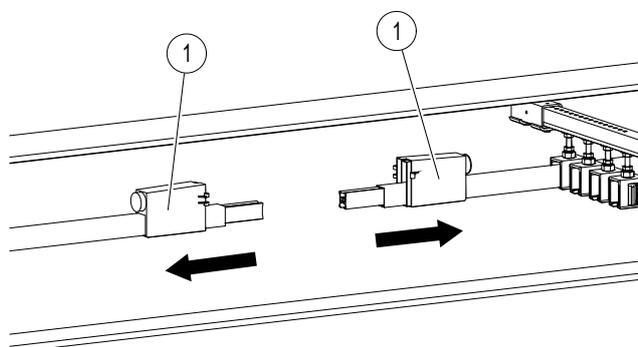

Fig. 69 : Faire glisser une moitié du capuchon d'isolation de l'éclisse sur chaque extrémité de rail.
- Faire glisser une moitié du capuchon d'isolation (pos. 1) de l'éclisse sur chaque extrémité de rail (voir Fig. 69).